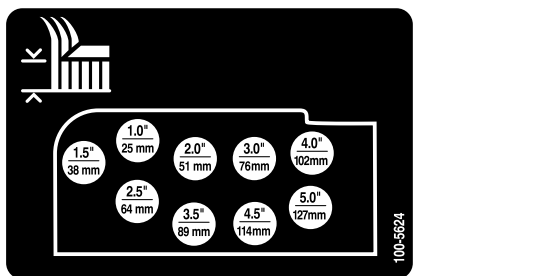

Figura 20
- Montate le catene dell'altezza di taglio nel foro dell'altezza di taglio desiderata usando il perno con testa e la coppiglia (Figura 20).